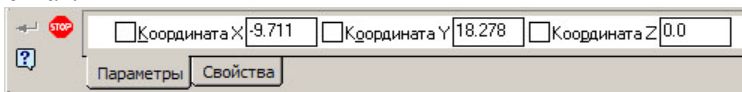

Рисунок 9.15 - Компактная панель и панель властивостей "Добавить из файла"
- клацніть мишею в діалоговому вікні "Выберите файл для открытия" по кнопці "Открыть". З'явиться відповідна панель властивостей "Добавить из файла" (рис. 9.15) з двома вкладками: "Параметры" и "Свойства".